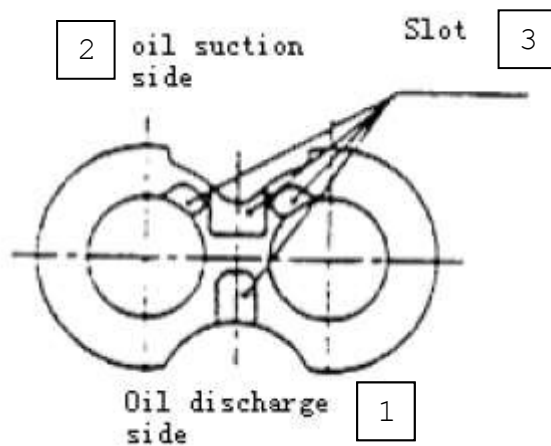

Рис. 5-26. Фальц:
e. Установить новое уплотнительное кольцо и новое стопорное кольцо в прорезь задней крышки. См. Рис. 5-26.